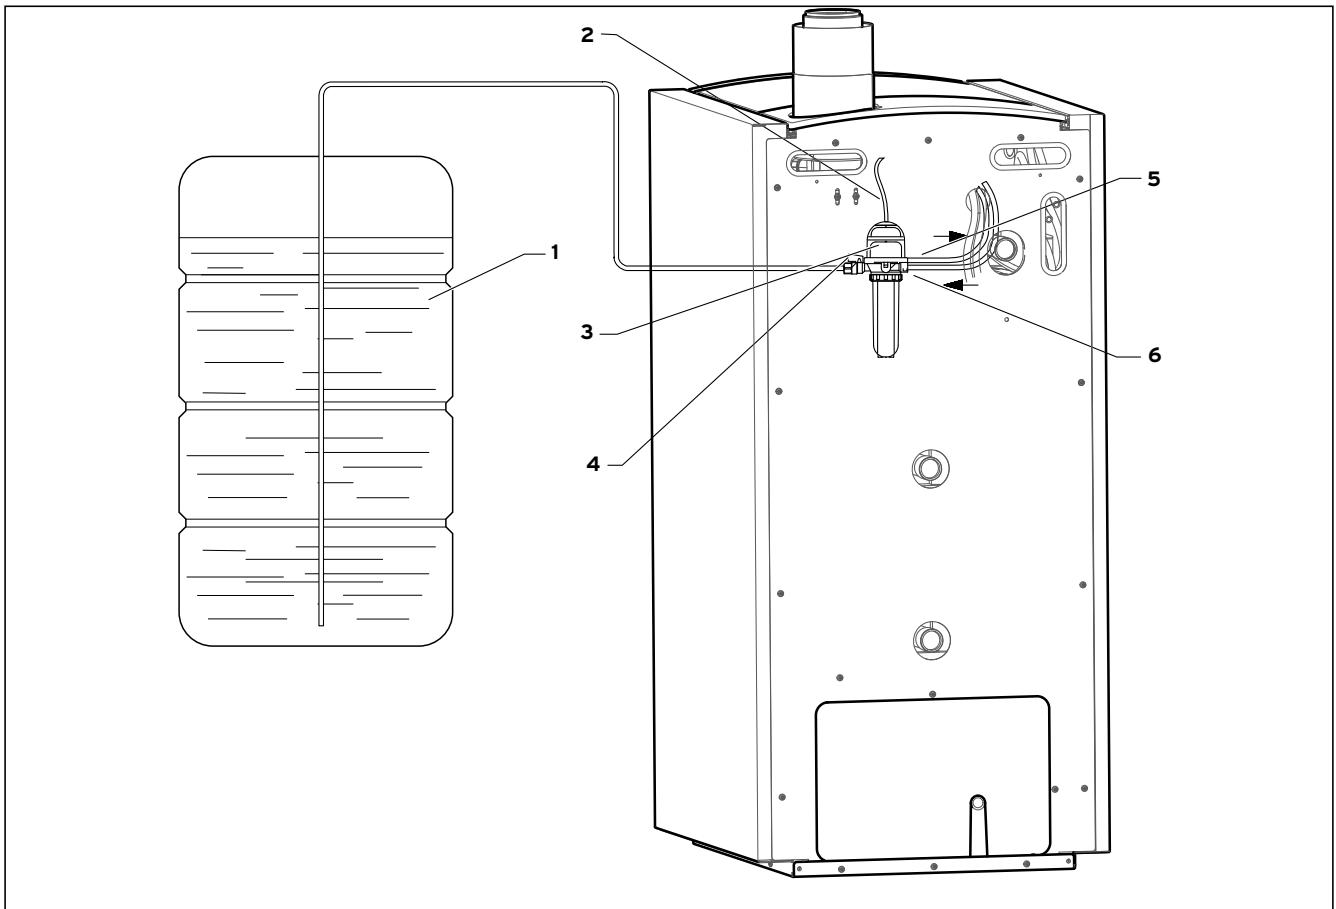
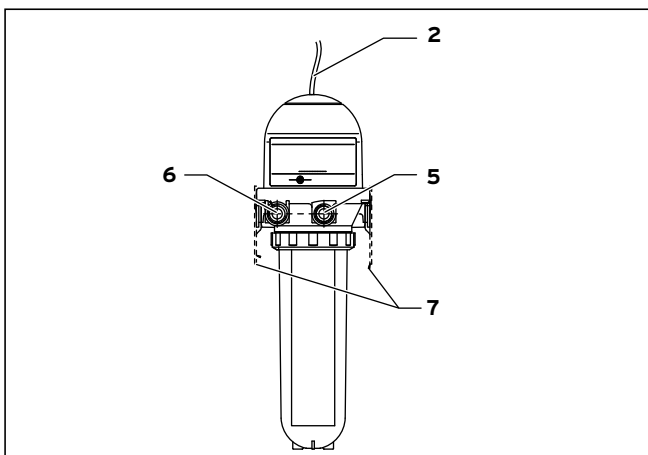

Fig. 4.1 Eksempel på montering fyringsolieudluffer
Fig. 4.2 Fyringsolieudluffer
Billedtekst til Fig. 4.1 og Fig. 4.2
- Tilslut olieledninger fra olietanken (1) (se Fig. 4.1) og brænderen til fyringsolieudlufteren (3).
Byt ikke om på olieledninger på fremløb- (5) og returløbttilslutningen (6) (se Fig. 4.1), før de monteres, da dette kan føre til skader på fyringsolieudlufteren og brænderpumpen. Fremløb og returløb er mærket med pile på brænder, slanger og fyringsolieudlufter.
- Anbring afgasningsledningen (2) (se Fig. 4.1) på tilslutningsniple.
- Før afgasningsledningen ind i icoVIT som vist i Fig. 4.1.